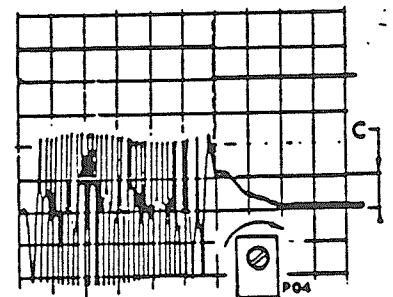

FIG. 36C
- Saut trop COURT (fig.36C), agir sur P04-BSK2 dans le sens des aiguilles d'une montre.